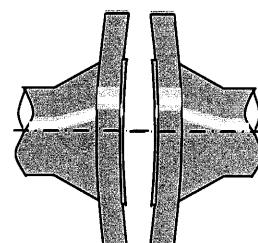

図4 フランジの変形
- ・フランジが変形していると、正確な締付面圧がかけられず漏れの原因となりますのでフランジを交換するか、修正して下さい。(図4参照)